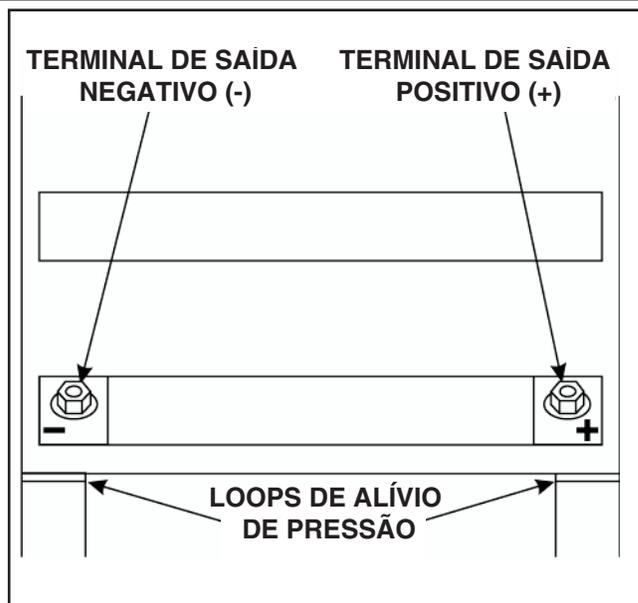

FIGURA A.9 - Terminais de saída
2. Localize os circuitos de alívio de tensão retráteis diretamente abaixo dos terminais de saída no canto inferior direito e esquerdo do Conjunto Dianteiro da Caixa. Veja a Figura A.9.